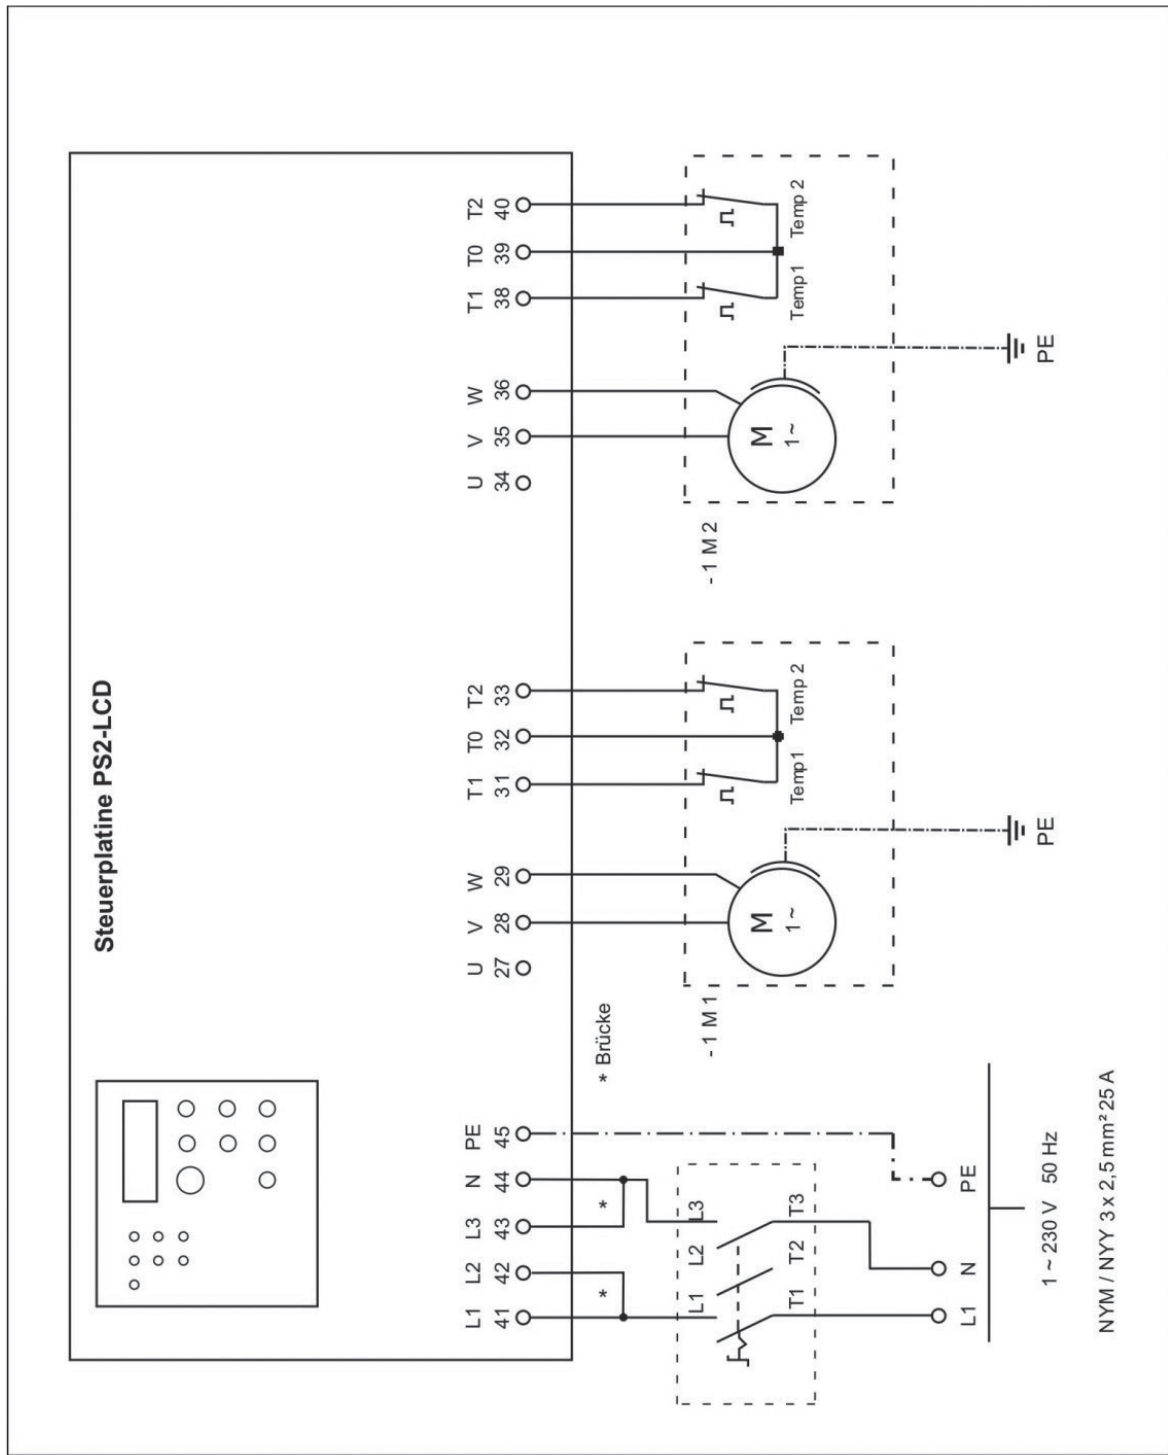

Bild 1b
Für den Betrieb von 1~ Motoren (230 VAC) ist eine Brücke von Eingangsklemme L1 (41) nach L2 (42), sowie von N (44) nach L3 (43) zu legen. Die Zuleitung wird an der Klemme L1 (41) und Nullleiter an Klemme N (44) aufgelegt. (Siehe Anhang, Bild 1b)